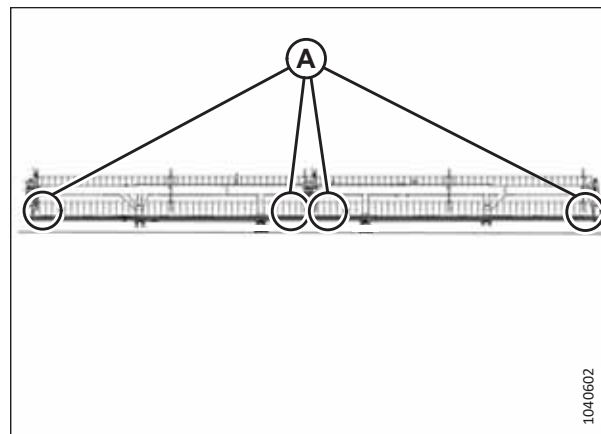

Рисунок 4.275: Расположение точек замера для жатки со сдвоенным мотовилом
- Рисунок 4.275, страница 703 — жатки со сдвоенным мотовилом